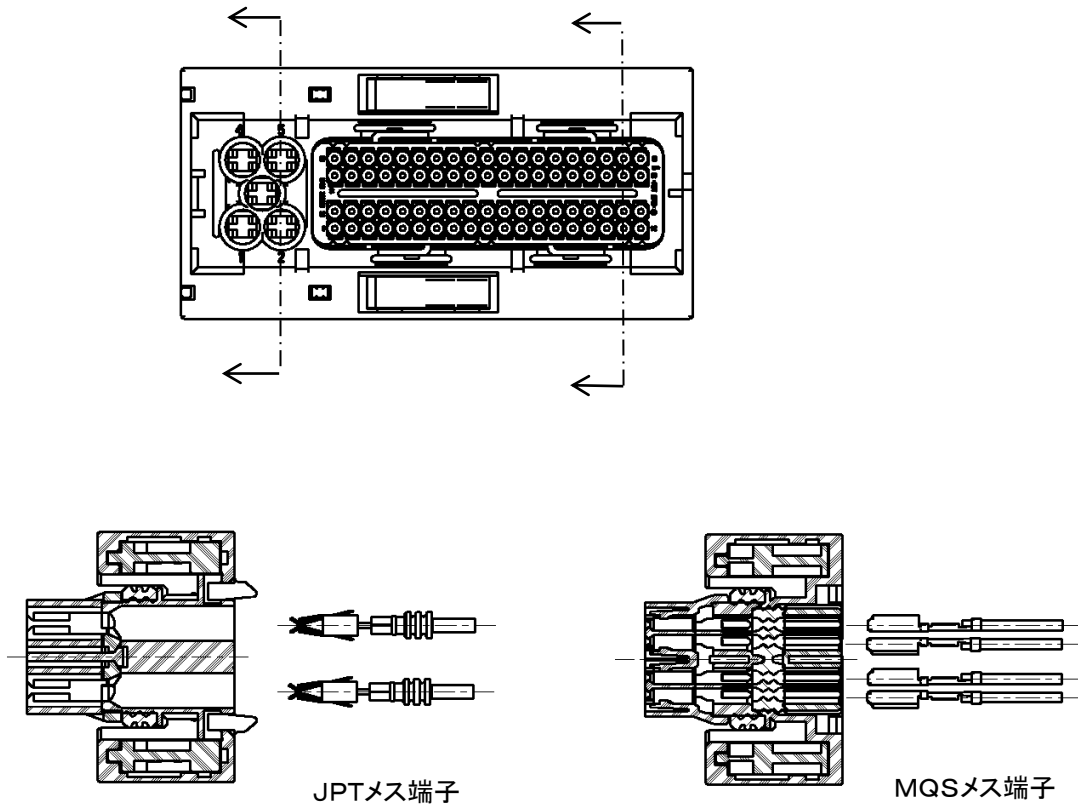

Fig.9
(2) Fig.9 のような向きにメス端子を指定のキャビティ(メス端子が収納される穴)に挿入します。ランス(端子ランス)が係止され、それ以上挿入できなければ完了です。